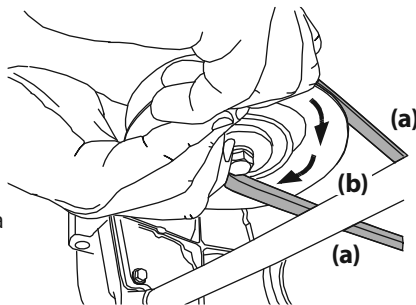

Figura 46
- Mientras sostiene la correa de la PTO (a) hacia abajo, siga girando la polea de la PTO (b) hasta que la correa de la PTO (a) se deslice fuera de la polea (b). Consulte la Figura 46. Baje la plataforma a la posición de corte más baja.
10. Mientras sostiene la correa y la polea de la PTO juntas, gire la polea de la PTO hacia la izquierda (Consulte la Figura 46). Siga sosteniendo y rotando la polea de la PTO y la correa de la PTO hasta que la correa de la PTO se enrolle totalmente en la polea de la PTO.